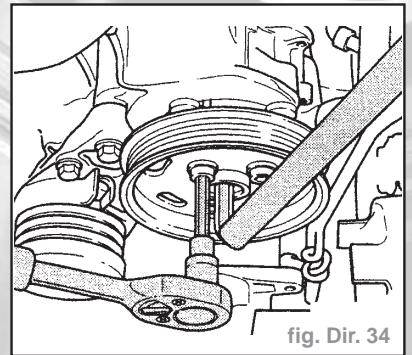

fig. Dir. 34
- Desserrer les vis à six pans creux de la poulie (fig. Dir. 34).